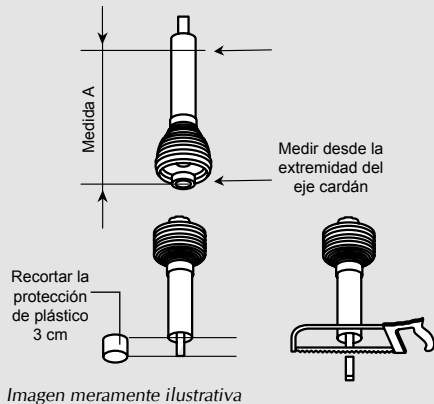

Fig. 3
- ✓ La medida encontrada entre los ejes de la toma de fuerza debe dividirse en 1,3. El valor de esta división indicará la medida A, marque el eje cardán con la medida A y corte la sobra, según se indica en la imagen (Fig. 3).
- ✓ Después de completar el corte total, marque la protección de plástico del cardán macho y hembra y retire 3 centímetros solamente de la protección de plástico, cortando con una sierra, dejando el eje cardán con la punta expuesta, conforme indicación de la imagen (Fig. 3).